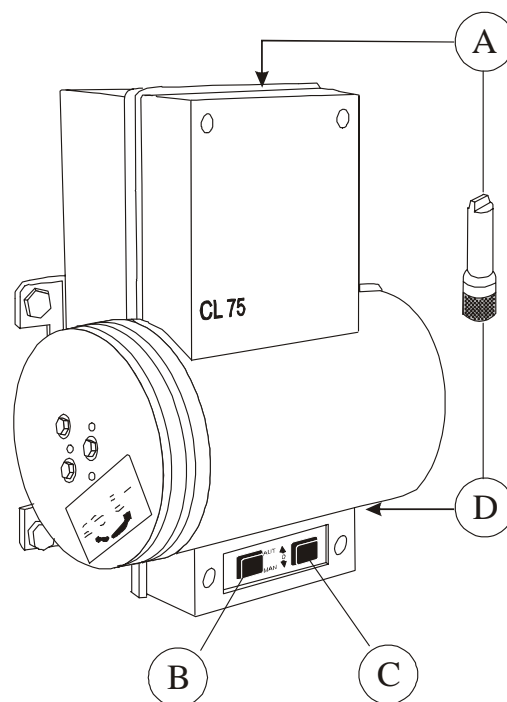

Abb. 1: Bedienung
CL 75A senkrecht an die Wand montieren. In wärmeren Ländern sollte man vermeiden, daß die Sonne direkt auf CL 75A scheint. Für die Montage 3 oder 4 Stck. 10 mm durchgehende Bolzen verwenden. Für eine evtl. Notöffnung sollte bei (A) auf Abb. 1 genügender Raum für eine Notöffnungskurbel oder eine Akku-Bohrmaschine frei gelassen werden. Die Seilführung kann in jeder beliebigen Richtung erfolgen, auch durch die Mauer.